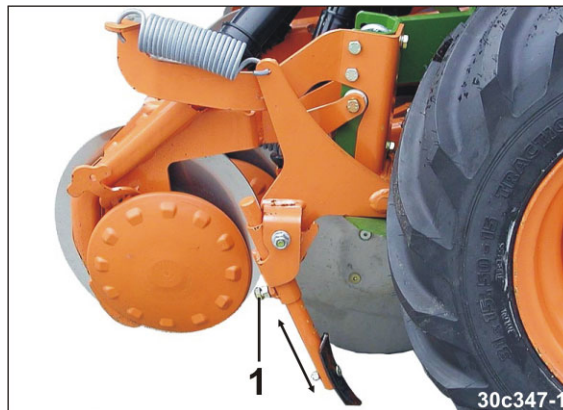

Fig. 182
- 1.1 Desfaceți șurubul (Fig. 182/1).